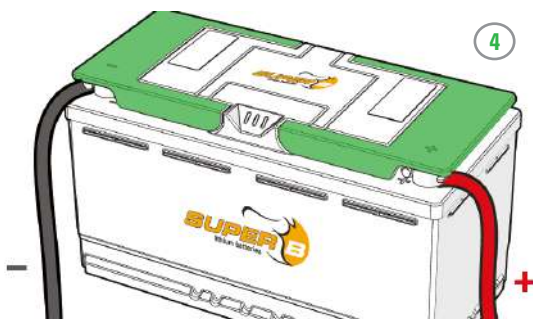

Figure 8. Mettez les cache-bornes en place sur les cosses
4. Mettez les cache-bornes en place sur les cosses. (Figure 8)